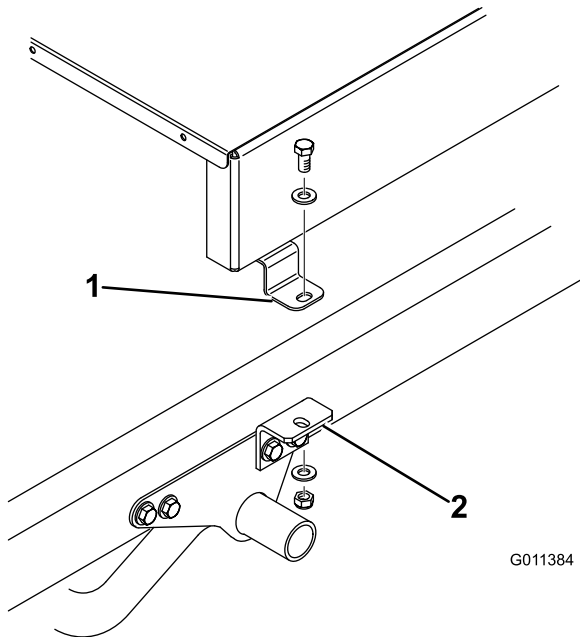
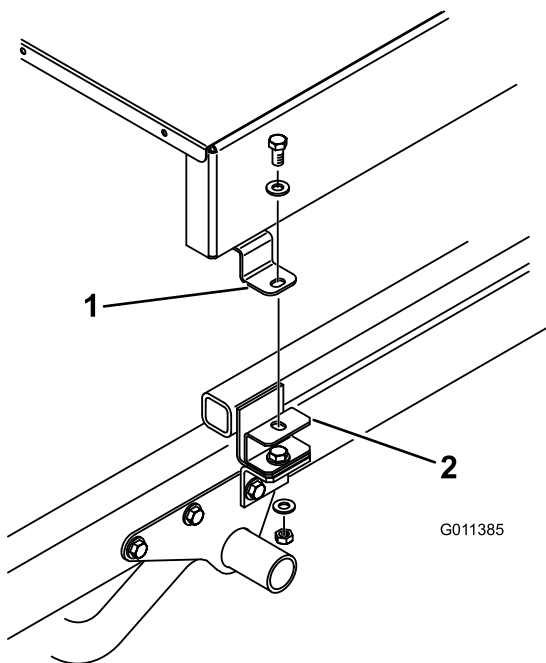

Bild 10
Bild 11
8. Befestigen Sie die Oberseite jeder Anbaugeräthalterung (Bild 10) oder Distanzstückaufnahme (Bild 11) mit einer Kopfschraube ($\frac{1}{2}'' \times 1''$), zwei Flachscheiben und Sicherungsmuttern lose an der Befestigungsflasche an jeder Seite des Topdressers. Ziehen Sie die Befestigungen an.